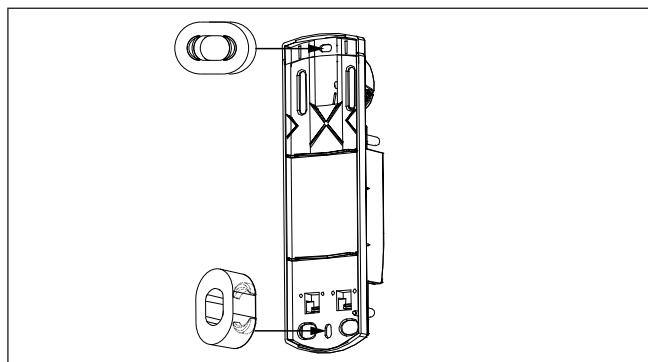

Abb. 2 Einclipsen der separaten Abstandhalter ins Schraubloch
- 2 Abstandhalter für Wand- und Deckenmontage (Abb. 2)
- Für Wand- und Deckenmontage liegen separate Abstandhalter bei. Dies verhindert ein Reißen und Verfor-men des Kunststoffs (Abb. 2) am Schraubloch.
- Clipsen Sie einen der beiliegenden Abstandhalter in das Schraubloch ein (waagerecht oder senkrecht, Abb. 2).